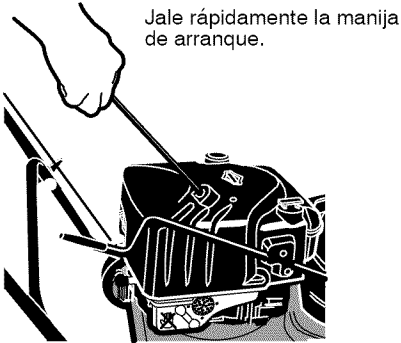

Figura 7
5. Jale lentamente la **manija de arranque manual** hasta que sienta resistencia y entonces júlela rápidamente para arrancar el motor (Figura 7). No suelte la **manija** inmediatamente después de jalarla. Deje que la manija del arranque manual se enrolle lentamente.